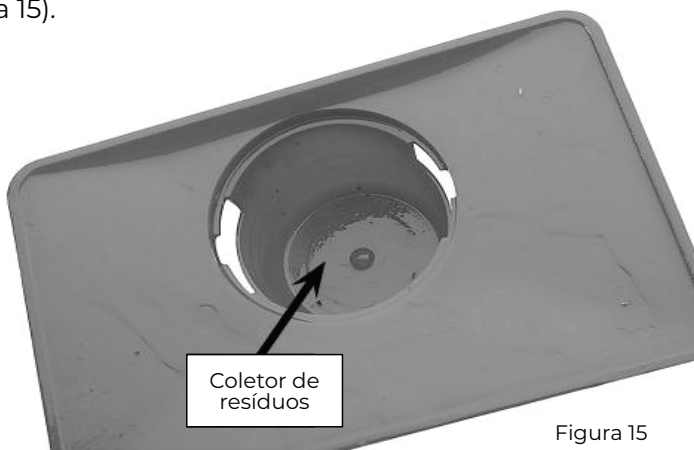

Figura 15
2.4 Limpe a tela e o pote de sedimentos (Figura 15).